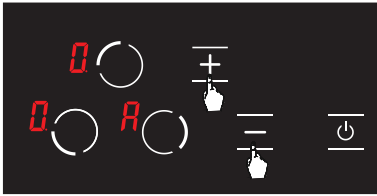

Abbildung 14
4. Nachdem die automatische Heizung eingestellt wurde, kann die gewünschte Kochstufe mit den **+** und **-** Tasten eingestellt werden. (siehe Abb.14) Das Symbol **A** und die ausgewählte Kochstufe erscheinen abwechselnd auf dem Display.